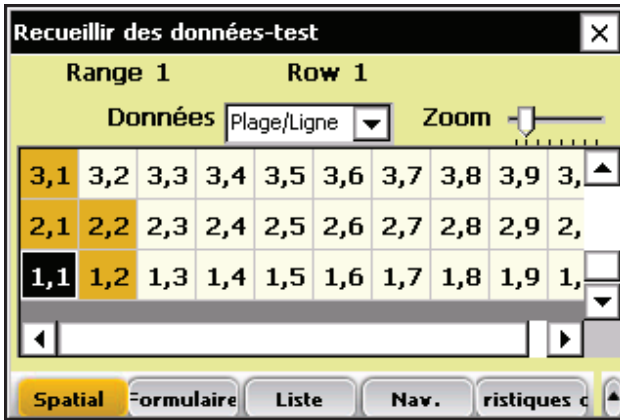

Figure 6-3 : La Ligne 1, Plage 1 est sélectionnée sur l'écran en vue spatiale.
8. Sélectionnez la parcelle de départ en tapant sur la cellule. Sur la Figure 6-3, on a sélectionné la cellule Ligne 1, Plage 1. Lorsque vous tapez sur la parcelle de départ, l'écran affiche la localisation actuelle de la moissonneuse-batteuse dans le champ et quelles parcelles ont déjà été moissonnées.